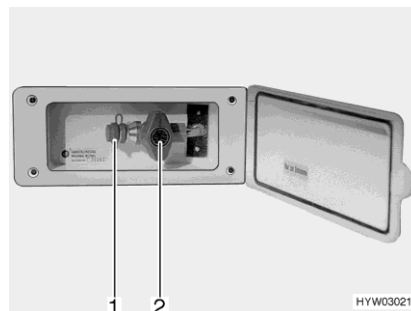

Fig. 133 Toma exterior de gas (válvula de paso de gas cerrada)
- Conectar el aparato de gas externo en el punto de conexión (Fig. 133,1).
- Abrir la válvula de paso de gas (Fig. 133,2).